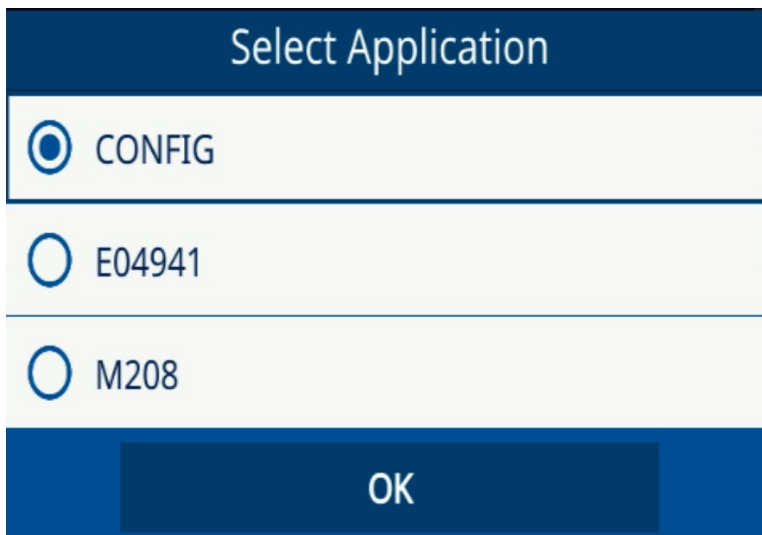

図 7-8 アプリケーション選択ウィンドウ
3. ポップアップウィンドウからアプリケーションを選択し、**OK** をタップします (70 ページの図 7-8 参照)。